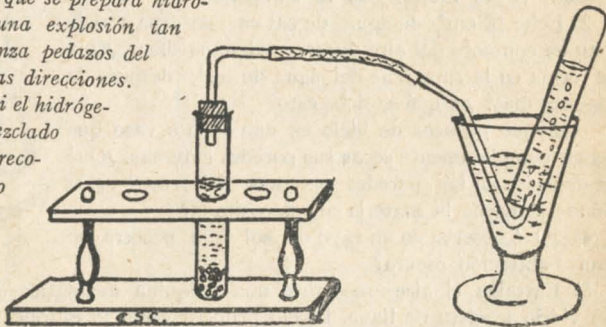

Fig. 26.—Preparación del hidrógeno.
1) Coloque granallas o laminitas de zinc y ácido clorhídrico diluido en un tubo de ensayos que lleva un tapón con tubo de desprendimiento comunicado, mediante una manguera, con frasquitos o tubos de ensayos, con agua que van en una cuba o en una copa con este mismo líquido. Fig 26. ¿Qué ve salir del zinc? ¿Qué ocurre con el agua de los tubos de ensayos?